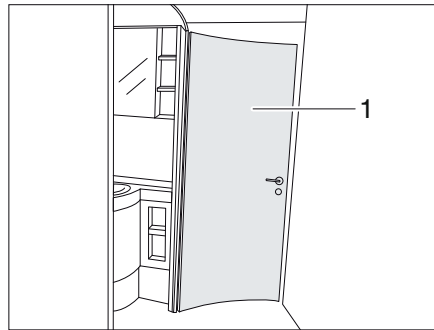

Fig. 220 Cuarto de baño
La puerta de la zona de aseo (Fig. 220,1) se puede bloquear según equipamiento a un amplio cuarto de baño en 1-3 anchos de abertura diferentes. Dependiendo del ancho de abertura seleccionado se interconectan diferentes partes de habitación.
- ▶ La puerta de la zona de aseo (Fig. 220,1) no debe utilizarse durante el viaje como separador de habitación. Llevar la puerta a la posición inicial (zona de aseo aislada).